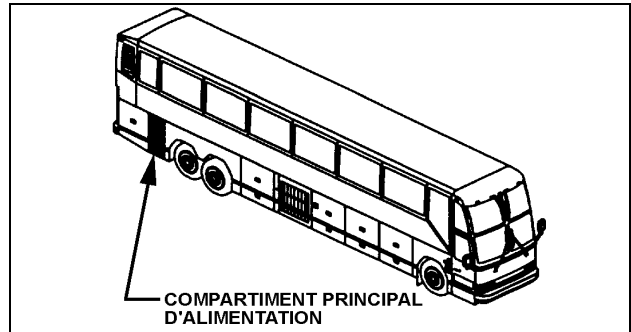

Figure 1 : Localisation type du compartiment principal d'alimentation.
1. Ouvrir la porte du compartiment principal d'alimentation (figure 1) ;